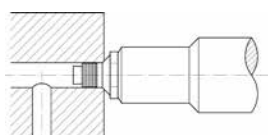

Fig. 2
- 然后将其塞入工艺孔中，并使枪嘴压住工件表面，启动工具向外抽拉芯杆使套筒膨胀，直至芯杆在预设受力点自动断开。(Fig. 2和3).